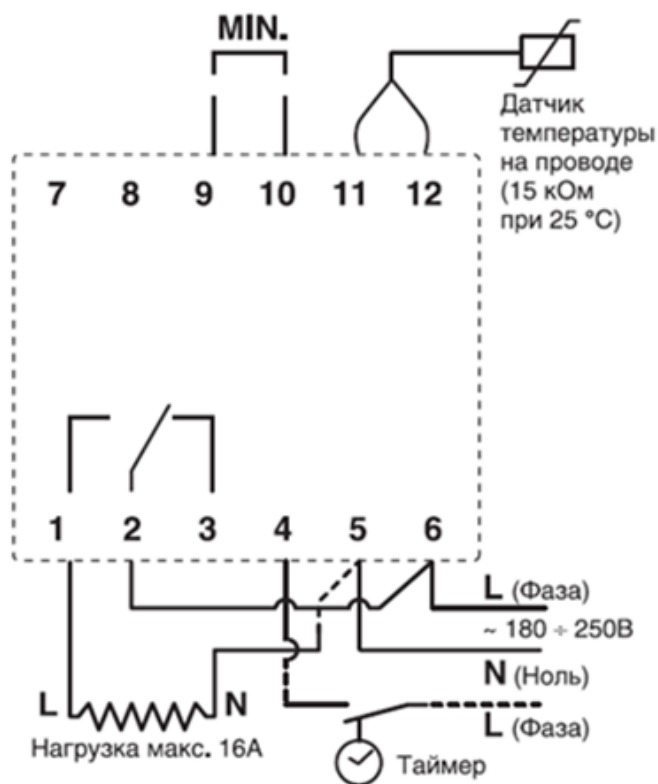

Рис.2. Схема подключения DEVIreg™ 316.
2. Подключение терморегулятора производится согласно монтажной электрической схеме (Рис. 2) При активации работы регулятора в «Режиме 1» - поддержание заданной температуры с установленным гистерезисом $0...6^{\circ}\text{C}$ - перемычка между контактами 9 – 10 должна отсутствовать. При активации «Режима 2» - подача напряжения на нагрузку в заданном диапазоне температур «MIN – MAX» - контакты 9 – 10 должны быть замкнуты. Подробнее про работу в «Режиме 1» и в «Режиме 2» читайте в разделе «Использование по назначению».